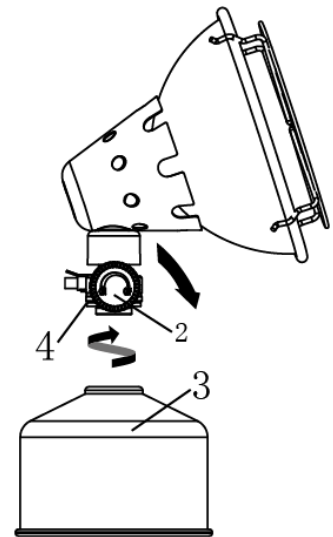
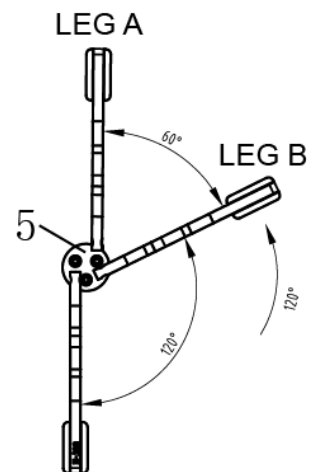
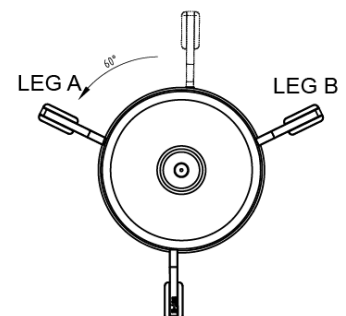

Abb. 3
Abb. 4
Abb. 5
MONTAGE (Abb. 3, Abb. 4, Abb. 5)
Stellen Sie sicher, dass das Gas vollständig abgeschaltet ist, indem Sie den Regler (2) so weit wie möglich im Uhrzeigersinn drehen. (Abb. 3)
Schrauben Sie die Kartusche (3) vorsichtig in das Ventil (4), bis sie auf den O-Ring (1) des Ventils trifft. (Abb. 3)
Drehen Sie das BEIN (LEG) A des Gaskartuschenständers (5) um 180 Grad, drehen Sie das BEIN (LEG) B um 120 Grad (Abb. 4) und setzen Sie die Gaskartusche in den äußeren Schlitz ein. Drehen Sie dann das BEIN (LEG) A bis zum Anschlag (um weitere 60 Grad) (Abb. 5).
Bedienung der Piezozündung: Öffnen Sie die Gaszufuhr, indem Sie den Ventilknopf um etwa eine Viertelumdrehung oder mehr gegen den Uhrzeigersinn drehen. Drücken Sie den elektronischen Zündknopf (6) ein- oder mehrmals, bis sich das Gas entzündet (Abb. 5). Stellen Sie die Flammengröße durch Drehen des Reglers ein. Betreiben Sie das Gerät nach dem Anzünden in aufrechter Position. Wenn das Gerät noch nicht vollständig aufgeheizt ist oder unachtsam bewegt wird, kann es zu Stichflammen kommen. Stellen Sie nach dem Gebrauch sicher, dass das Ventil vollständig geschlossen ist (Reglerknopf ist vollständig im Uhrzeigersinn gedreht). Der Abstand zu brennbaren Materialien muss gewährleistet sein. Der Mindestabstand zu brennbaren Materialien beträgt über dem Gerät 500 mm und zu einer Wand 250 mm. Um Brandgefahr zu vermeiden, müssen diese Mindestabstände eingehalten werden! Stellen Sie nach dem Gebrauch sicher, dass das Gerät vollständig abgekühlt ist, und demontieren Sie Ventil und Ständer von der Gaskartusche, indem Sie die Schritte in umgekehrter Reihenfolge ausführen.